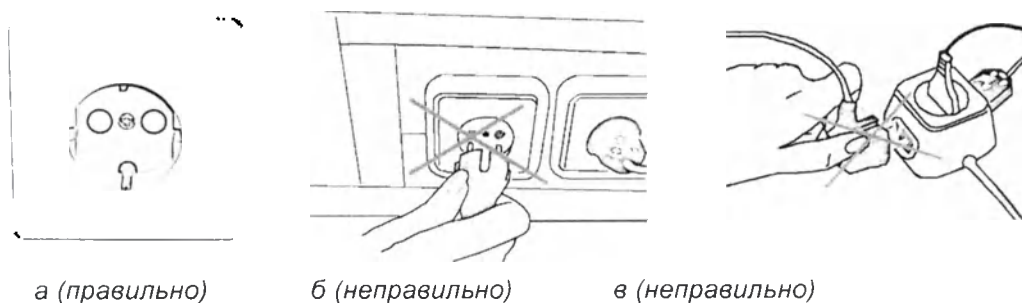

Рисунок 1-6. Подключение прибора к сети питания.
- Прибор должен подключаться к трехполюсной розетке с исправным контуром защитного заземления (см. рис. 1-6, а). **Не включать** прибор в розетку без заземления (см. рис. 1-6, б) или удлинитель без заземления (см. рис. 1-6, в).
- Для устойчивой работы прибора совместно с электрохирургическими аппаратами необходимо к зажиму защитного заземления на его задней стенке (см. рис. 1-3, позиция 5) подключать провод защитного заземления. При этом нельзя включать прибор и электрохирургический аппарат в один блок розеток (см. рис. 1-6, б) или удлинитель (см. рис. 1-6, в).